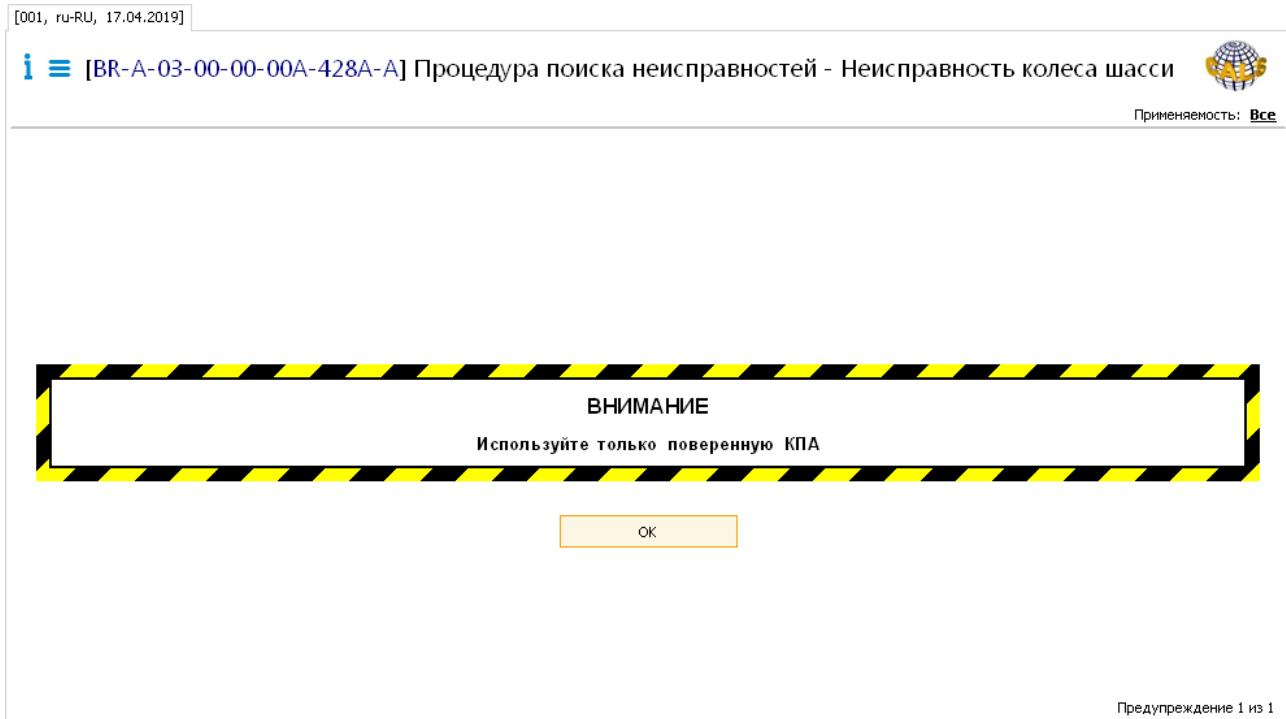

Рис. 154
2. На вкладке **Структура** выберите МД типа «Процедура поиска неисправности». В правом окне появится сообщение с предупреждениями, введенными в предварительных требованиях (или со всеми, в зависимости от настроек) (Рис. 154).